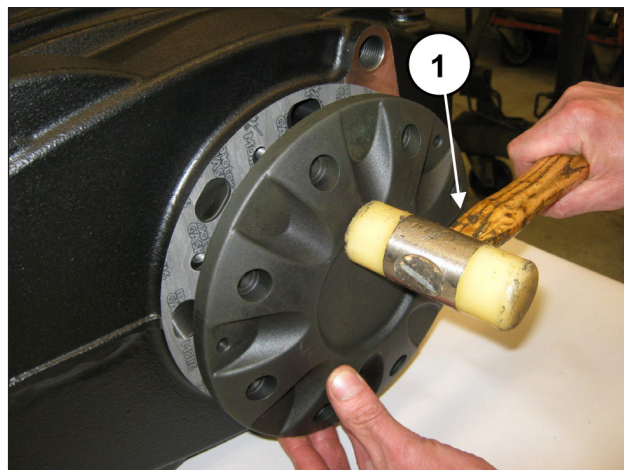

Fig. 59
Monter le couvercle du coussinet (et son joint) à l'aide d'un outil à inertie (rep. ①, Fig. 59).